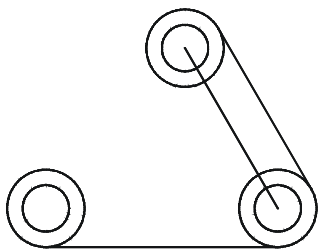

图 4-5-4
STEP 04 使用 CIRCLE 命令绘制机件的其余连接部件，如图 4-5-4 所示。其具体操作如下：